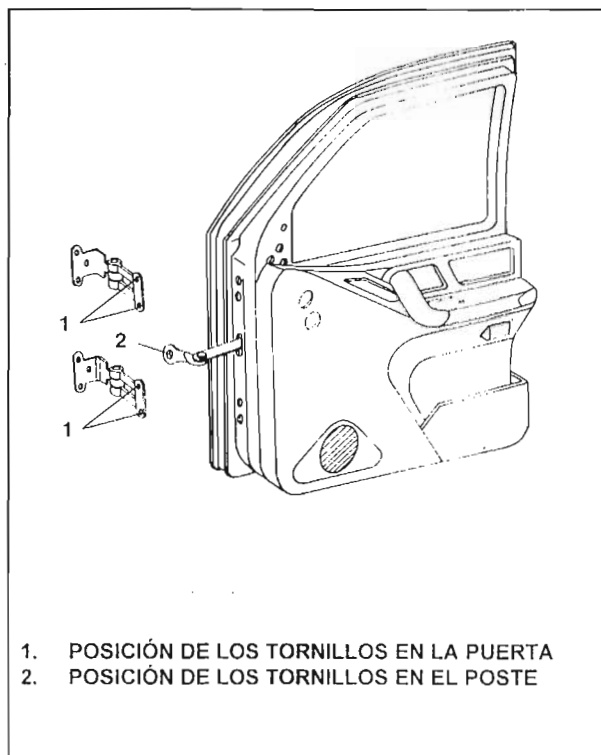

Fig.4 – Puerta delantera
4. RETIRADA/ INSTALACIÓN DE LA PUERTA DELANTERA / TRASERA (Fig. 4&5) RETIRADA